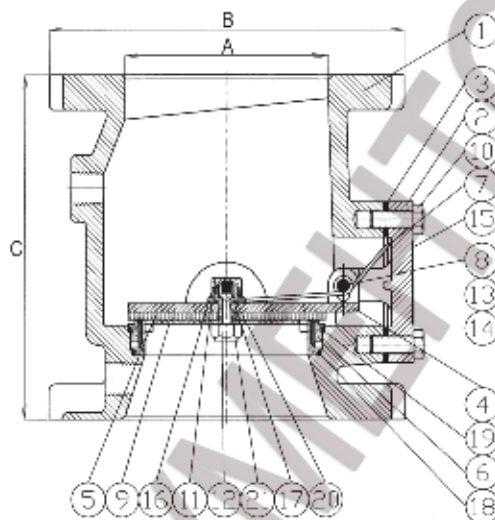

Рис. 1. Клапан сигнальный
2.2. Конструкция клапана приведена в таблице 2 и на рис. 1.